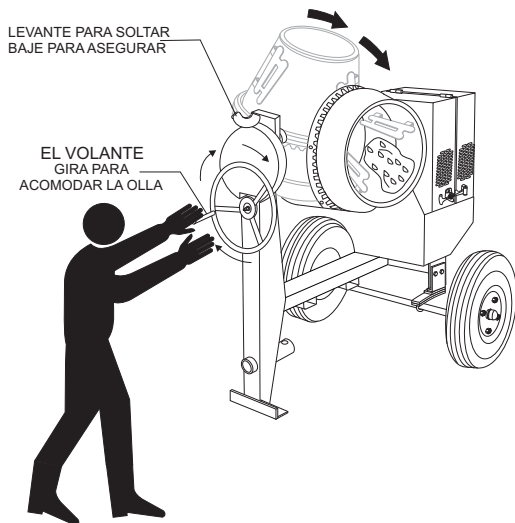

Figura 19. Poniendo en posición la olla mezcladora
1. Para la acomodar la olla, asegurese de que la mezcladora este colocada a nivel del piso, posteriormente **suelte** el **seguro de volteo** (Figura 19) y gire el **volante** hasta que la olla este en la posición deseada. Una vez que la olla esta en la posición deseada, **jale hacia abajo** el seguro de volteo para trabar la olla en la posición.